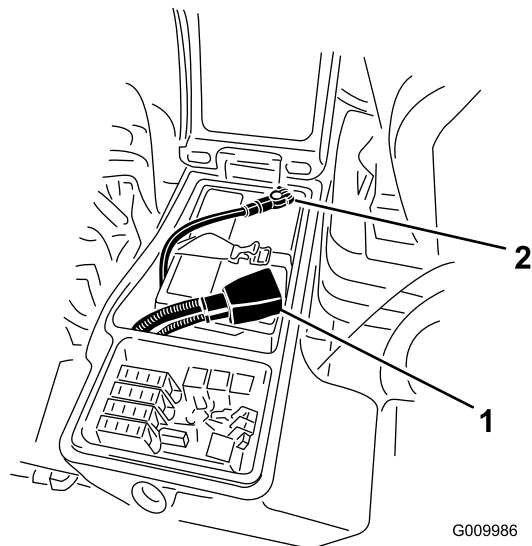

图 53
3. 从负极 (-) 电池端子取下负极接线黑色从正极 (+) 电池端子取下正极接线红色 图 53。
- 将正极红色接线连接到正极 (+) 电池端子负极黑色接线连接到负极 (-) 电池端子 (图 53)。